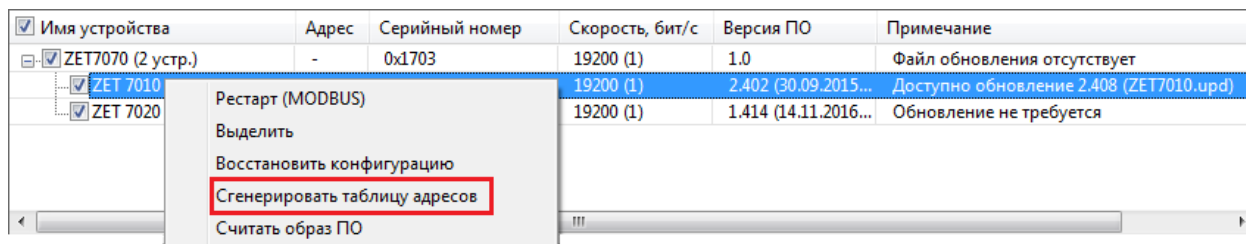

Рис.9.1 Команда «Сгенерировать таблицу адресов» из контекстного меню
1. При помощи правой кнопки мыши вызвать контекстное меню устройства, таблицу адресов которого следует создать. В открывшемся контекстном меню активировать команду «Сгенерировать таблицу адресов» (Рис.9.1).